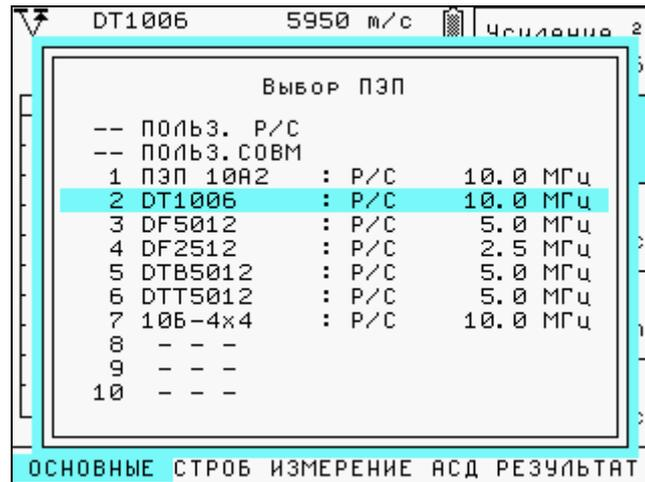

Рис. 6-4 Выбор преобразователя
На экране появится окно выбора, показанное на рис. 6-4.
**Внимание!** В окне на рис. 6-4 также есть дополнительные нестираемые настройки «ПОЛЬЗ. P/C» и «ПОЛЬЗ. СОВМ», предназначенные для подключения любого р/с или совмещенного преобразователя и самостоятельной установки всех параметров работы. Таким образом, любой преобразователь можно подключить, настроить и сохранить в качестве настройки толщиномера в меню НАСТРОЙКИ, пункт СОХРАНИТЬ НАСТРОЙКУ.